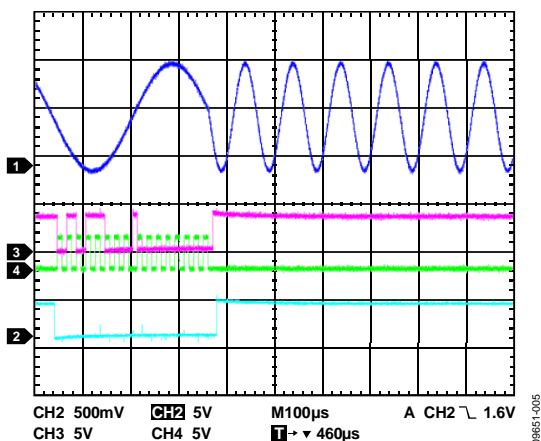

図 5. FSELECT ビットを変更する—0x5800
- FREQ1 レジスタを選択するために、ビット D11 に 1 を書き込む。(図 5 を参照)